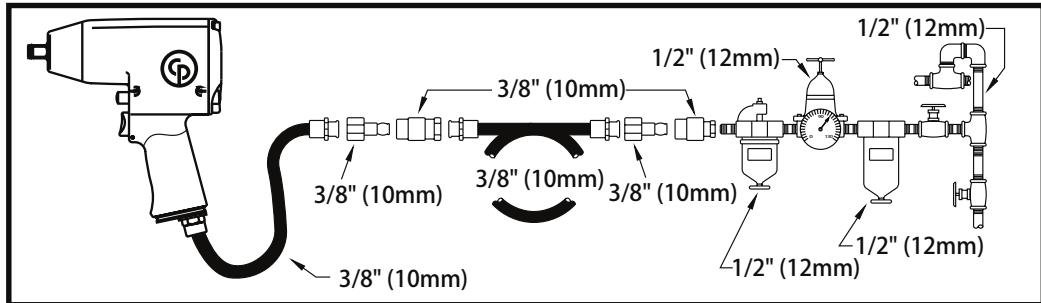

Fig. 1
- Connect device as shown in Fig.1.
- To operate in forward rotation, push the reverse pin (B). To operate in reverse, pull the reverse pin (B).
- To start the machine, simply pull the trigger (A). Machine speed is increase by increasing pressure on the trigger. Release the trigger to stop.
- Conecte el dispositivo como se indica en la Fig.1.
- Empuje el pasador de inversión para operar en rotación hacia adelante (B). Tire del pasador de inversión para operar en rotación hacia atrás (B).
- Para activar el aparato, sencillamente presione el gatillo (A). La velocidad del aparato aumenta al incrementar la presión sobre el gatillo. Suelte el gatillo para detenerlo.